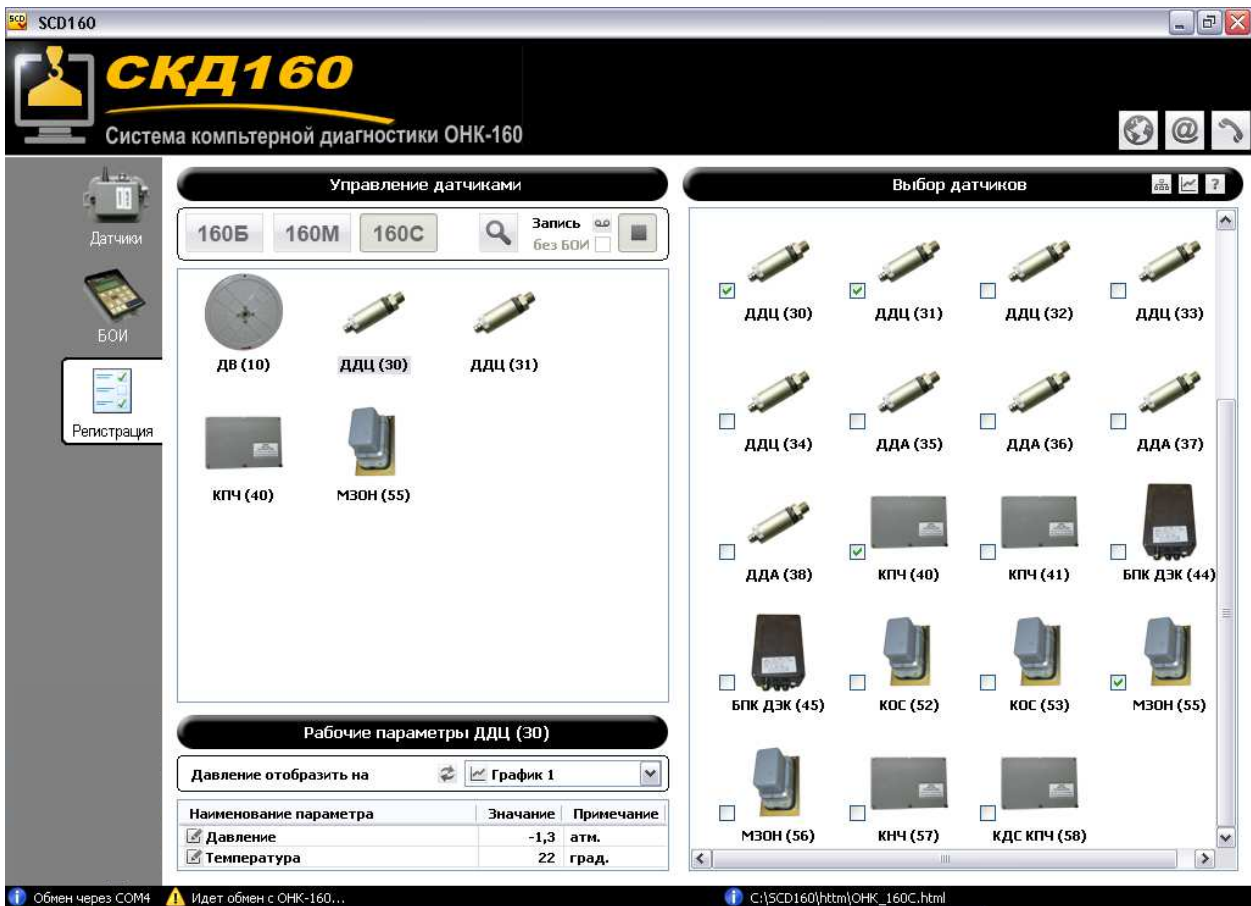

Рисунок 10. Выбор конфигурации датчиков.
– вызов панели «Выбор датчиков» (Рисунок 10);
7. Отметить галочкой датчики, входящие в состав подключенного комплекта. Выбранные датчики появятся в области управления датчиками (Рисунок 10). Если комплектность датчиков не определена можно запустить «Автоопределение комплектации»  .